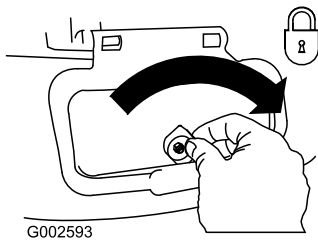

Figure 34
**Important:** Verrouillez le volet d'éjection latérale après l'avoir fermé (Figure 34).